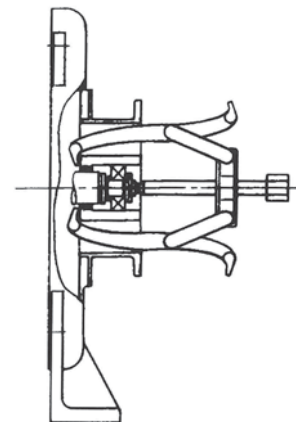

図3
- (8) 入口側のベアリングカバー⑳を外し、**図3**のごとくプーリ抜きを入口側ベアリングボックス㉑にかけ、プーリ抜きが少し固くなるまで締め込む。
- (1) **12. ベルト交換要領** に従って、ベルトを外す。
- (2) ベアリングカバー③③を外す。
- (3) ベアリングナット⑩とベアリングワッシャ⑩を外す。
- (4) 入口側ベアリングボックス②⑧を取付けているボルトを外し、**図3**のごとくプーリ抜きを入口側ベアリングボックス②⑧にかけ、ベアリング②⑧と共に抜く。
- (5) 入口側ベアリングボックス②⑧よりベアリング②⑧を抜く。この時ハンマの柄等で裏面よりベアリングをたたくと抜ける。